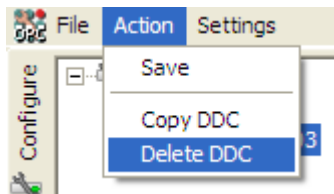

Bild 27 - Ta bort en DUC via Action-menyn.
- 2) Markera aktuell DUC i trädstrukturen och gå in i rullgardinsmenyn Action och välj alternativet "Delete DDC", se Bild 27 för förtydligande.